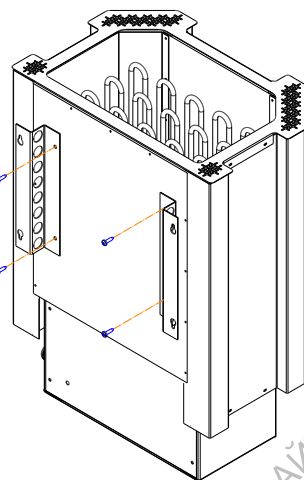
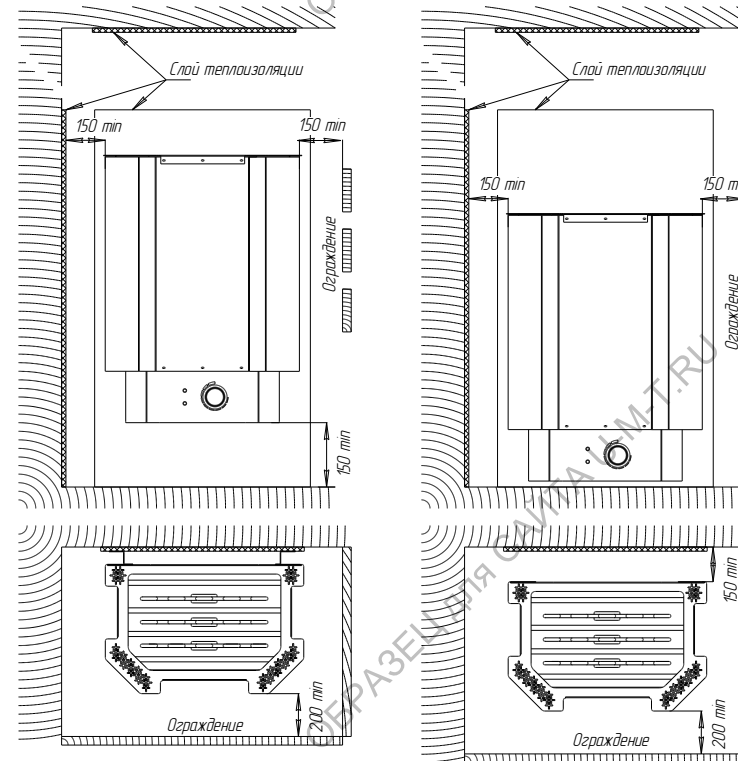

Рис.2 Монтаж
Рис.1 Схема установки
6.1. **ВЫБОР МОЩНОСТИ** каменки необходимо производить с учетом размеров сауны (п.п.2.6), помещения парилки (п.п.6.2.), а также расстояния от каменки до стен, потолка, пола в соответствии с размерами указанными на рис.1 «Схема установки». Каменка со слишком большой мощностью нагреет сауну слишком быстро, камни не успеют хорошо прогреться и вода, политая на камни, вместо того, чтобы превратиться в пар, просто стечет. С другой стороны, при недостаточно мощной каменке, процесс нагрева сауны будет нежелательно долгим, что сокращает срок службы нагревательных элементов.
6.4. **УСТАНОВКА КАМЕНКИ** производится согласно рис.1 «Схема установки» и рис.2 «Монтаж». При напольном расположении, каменка устанавливается на теплостойкий фундамент и выставляется по высоте с помощью регулируемых по высоте ножек.
При настенном расположении, на тыльной стороне каменки устанавливаются кронштейны, фиксация каменки на стене происходит по средствам совмещения пазов кронштейна с заранее подготовленными креплениями на прочном теплостойком основании (Рис.2).
Около каменки стены и пол сауны должны иметь огнезащитную панель из листового металла с теплоизоляцией из листового асбеста или минваты. Установку защитной решетки вокруг каменки следует производить на расстоянии указанном на рис.1 «Схема установки».